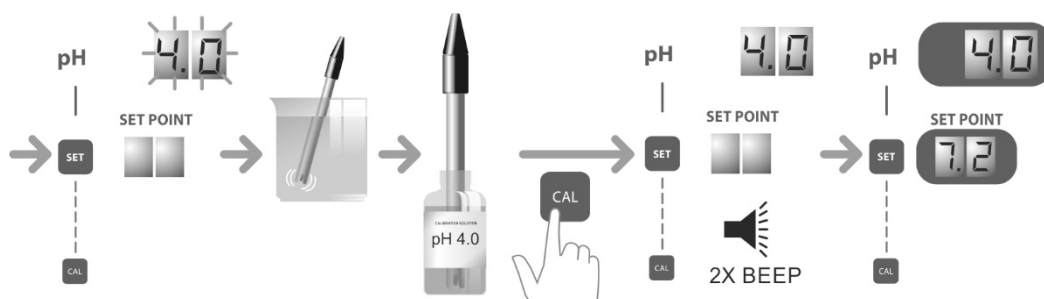

Fig. 15b.
5. Agitare leggermente l'elettrodo per far cadere le gocce d'acqua rimastevi attaccate e inserirlo nella soluzione campione pH=4.0. Agitare leggermente per qualche secondo e premere "CAL" [8]. Una volta stabilizzata la lettura, nello schermo superiore compare "4.0", quindi vengono emessi 2 "bip" che indicano la conclusione del processo. Il dispositivo di regolazione esce automaticamente dalla modalità di taratura restando operativo. (Fig. 15b).